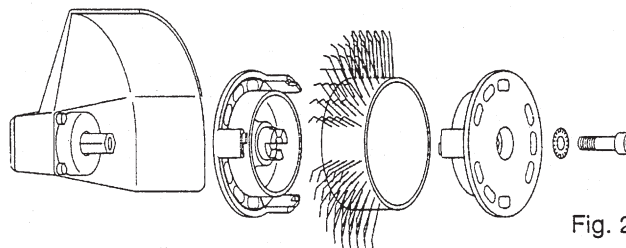

Fig. 2
4. Montera slipbandet korrekt på verktyget med adaptorn och specialskruven och med lufttillförseln bortkopplad (se fig. 2). Se till att borstnålarna är riktade i korrekt rotationsriktning för verktyget (se sid. 4).